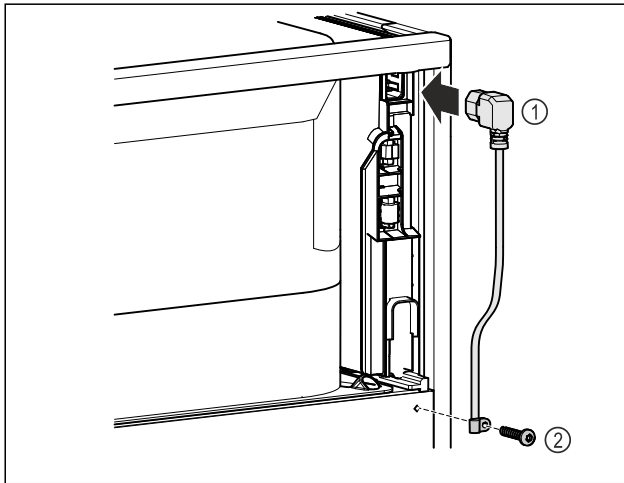

Fig. 11
- ▶ Вставте роз'єм «холодного підключення» кабелю підключення до мережі Fig. 11 (1) на задній стороні пристрою.
- ▶ Встановіть механізм для розвантаження кабелю від натягу Fig. 11 (2)